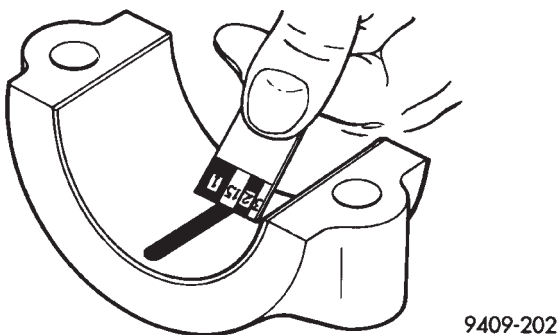

Fig. 5 Medición de la luz
(3) Retire la tapa del cojinete y compare el ancho de la galga descartable aplanada (Fig. 5) con la escala métrica provista en el envase. Localice la franja que más se aproxima al ancho de la galga descartable. Esta franja indica la luz en milésimas de milímetro. La diferencia de lectura entre los extremos indica el cono de mayor a menor. Registre todas las lecturas efectuadas. Consulte las Especificaciones del motor. **Por lo general, las galgas descartables traen dos escalas. Una escala en pulgadas, y la otra, métrica.**
(4) Instale la tapa de la biela con la galga descartable emplazada. Apriete la tapa de biela siguiendo la torsión indicada. **No gire el cigüeñal, ya que podría desviarse la tapa o la galga descartable y obtenerse resultados inexactos.**
(5) Retire la tapa del cojinete y compare el ancho de la galga descartable aplanada (Fig. 5) con la escala provista en el envase. Localice la franja que más se aproxima al ancho de la galga descartable. Esta franja indica la luz en milésimas de milímetro. La diferencia de lectura entre los extremos indica el cono de mayor a menor. Registre todas las lecturas efectuadas. Consulte Especificaciones del motor. **Por lo general las galgas descartables traen dos escalas. Una escala en pulgadas y la otra, métrica. Reemplace el cojinete si la holgura del mismo es superior a 0,076 mm (0,003 pulg.).**